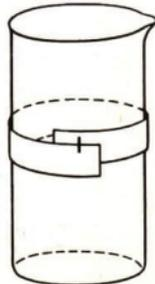

Abb. 15. Ermittlung des Umfanges eines Standzylinders mittels eines herumgelegten Papierstreifens.
3. Miß den Umfang u eines Standzylinders mit einem Bandmaß! Wiederhole die Messung, indem du einen Papierstreifen herumlegst, auf dessen übereinander greifenden Enden du zwei sich deckende Marken anbringst! Nach dem Strecken des Streifens gibst den Abstand zwischen den Marken den Umfang an (Abb. 15).